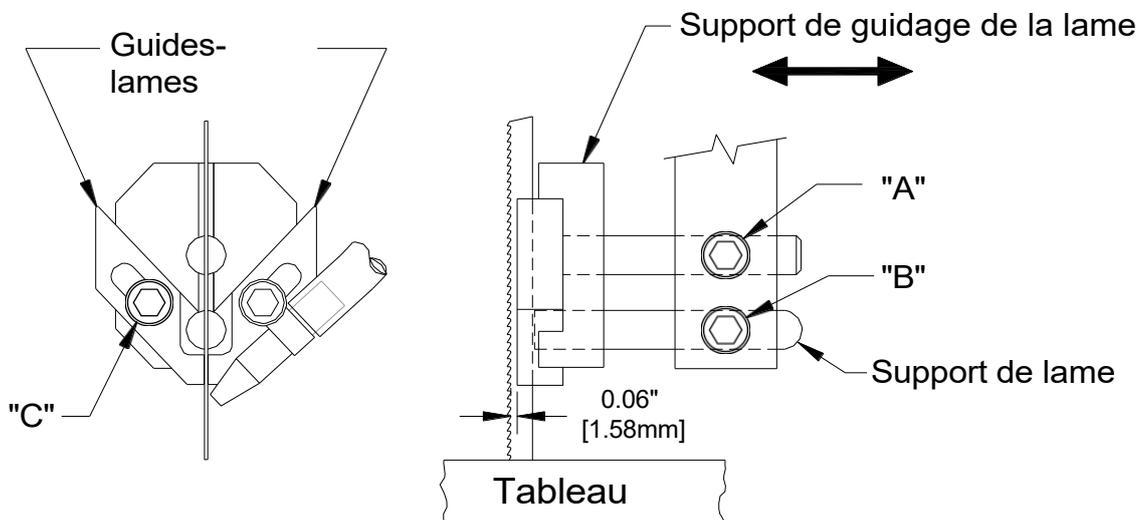

figure 30
3. A l'aide d'une clé hexagonale de 5 mm, vous devez desserrer les vis à tête cylindrique "A" et "B" (fig. 30).
4. Faites glisser le support du guide de lame de manière à ce que les guides de lame se trouvent à environ 0,06" (1,58 mm) derrière les goulots des dents, comme indiqué sur la figure 30. Serrez la vis à tête cylindrique "A" uniquement.